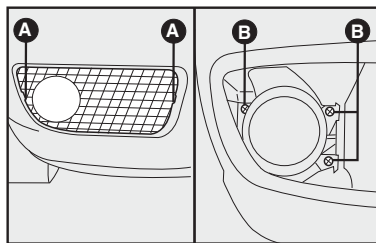

fig. 25
## FARÓIS DE NEBLINA - fig. 25
- 1) retirar a grade com uma chave de fenda nos pontos indicados em **A-fig. 25**;
- 2) retirar os parafusos indicados por **B-fig. 25**;